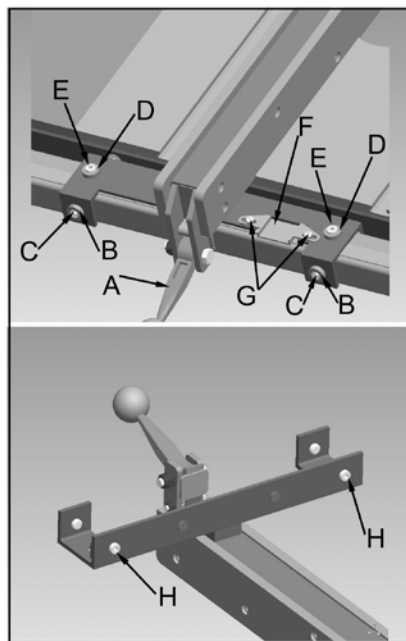

Рис. 25
4. Положение окошка с указателем (F, Рис. 25) можно отрегулировать, ослабив винты (G, Рис. 25), и переместив окошко. Затем затяните винты.